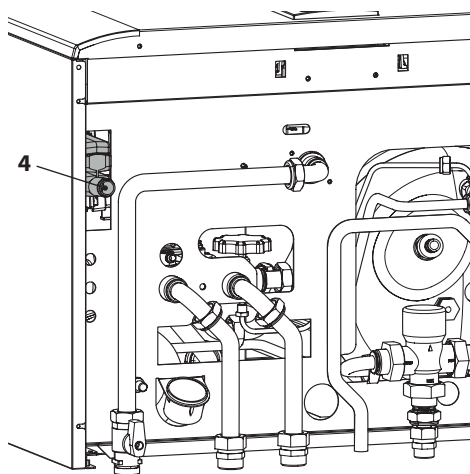

Figura 5.5
- Inserire il tubo flessibile di scarico condensa 4 Figura 5.5 all'interno del condotto di scarico